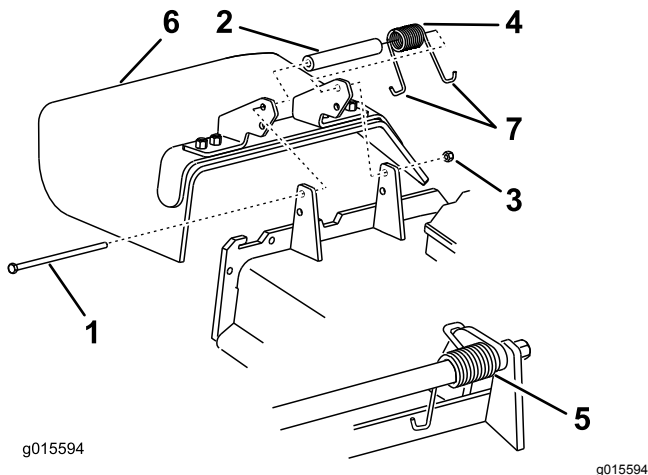

Figure 90
1. Retirez le contre-écrou, le boulon, le ressort et l'entretoise qui fixent le déflecteur aux supports de pivot (Figure 90).
Remarque: Prenez soin de placer une extrémité en J du ressort derrière le bord du plateau avant de mettre le boulon en place, comme montré à la Figure 90.
6. Accrochez 1 extrémité en J du ressort au déflecteur d'herbe (Figure 90).